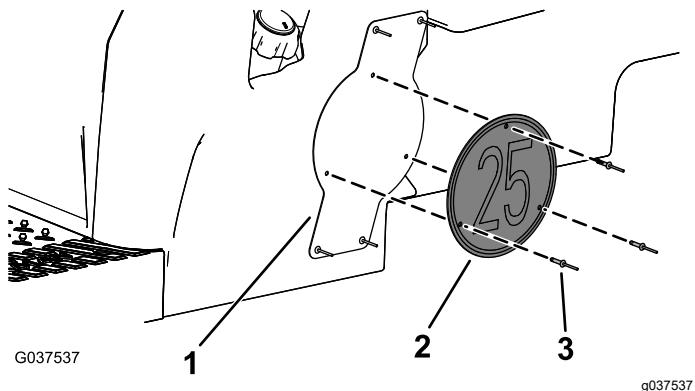

**Figura 11**
7. Instale o suporte de montagem da placa na lateral da base do banco utilizando quatro rebites cegos (3/16 x 5/16 pol.), como se mostra na Figura 11.